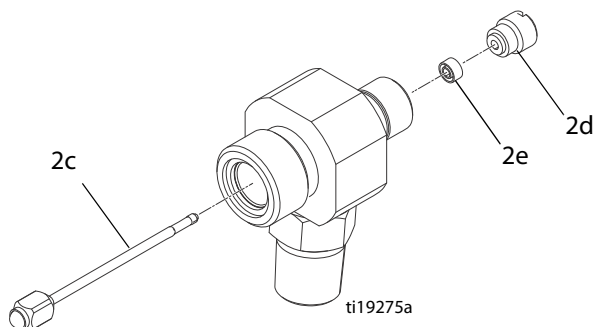

Рис. 10
- Извлеките иглу (2с). Отвинтите фиксатор седла (2d) и снимите уплотнение (2е). См. Рис. 10.